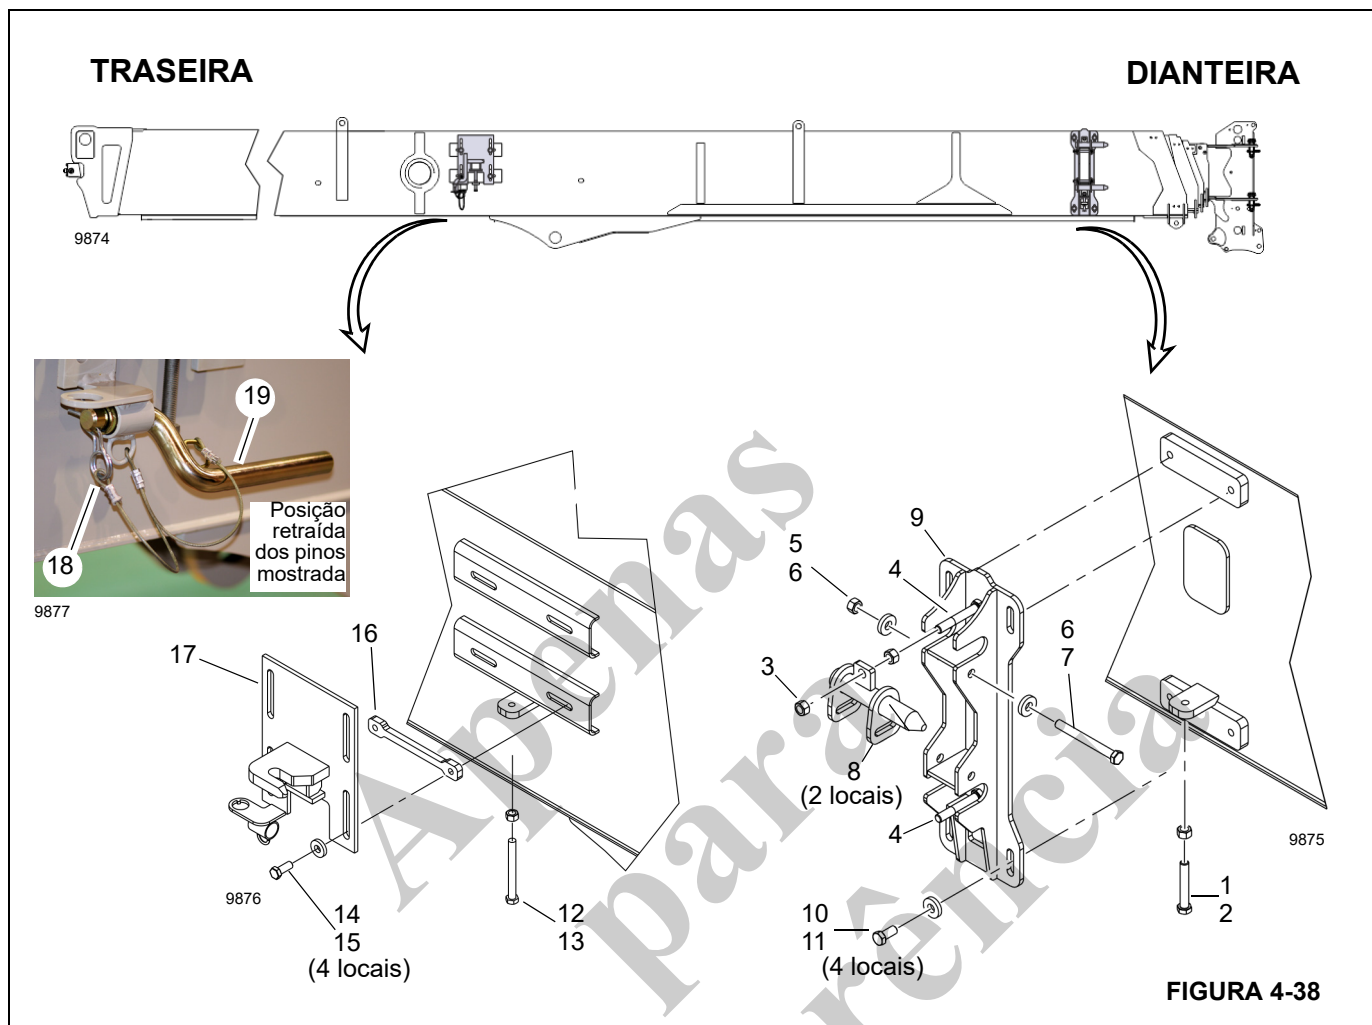

FIGURA 4-38
2. Solte a porca sextavada (1, Figura 4-38) e o parafuso (2).
3. Remova as porcas (3) dos parafusos prisioneiros (4).
4. Remova as porcas (5), as arruelas (6), os parafusos (7) e pinos (8) do conjunto do suporte dianteiro (9).
5. Remova os parafusos (10), as arruelas (11) e o conjunto do suporte dianteiro (9) da seção da base da lança.
1. Instale o conjunto do suporte dianteiro (9, Figura 4-38) usando arruelas (11) e parafusos (10).
2. Instale os pinos (8) no suporte de montagem dianteiro (9) usando parafusos (7), arruelas (6) e porcas (5).
3. Instale as porcas (3) nos parafusos prisioneiros (4).
4. Aperte a porca (1) e os parafusos (2) conforme necessário.
2. Se necessário, remova o grampo de mola (18, Figura 4-38) do pino de retração (19). Instale o grampo de mola e o pino de retração na posição de retraída para facilitar a remoção.
3. Solte o parafuso (12) e a porca (13).
4. Remova os parafusos (14), as arruelas (15), a placa (16) e o conjunto de montagem do jib traseiro (17).
1. Se necessário, remova o grampo de mola (18, Figura 4-38) do pino (19). Instale o grampo de mola e o pino de retração na posição de retraída para facilitar a instalação.
2. Instale a placa (16) e o conjunto de montagem do jib traseiro (17) usando arruelas (15) e parafusos (14).
3. Aperte o parafuso (12) e a porca (13) conforme necessário.
- a. Solte os parafusos (14, Figura 4-38).
- b. Ajuste o parafuso (12) e a porca (13) conforme necessário para ajustar a altura do suporte.
- c. Aperte os parafusos (14).
- a. Solte os parafusos (10, Figura 4-38).
- b. Ajuste o parafuso (2) e a porca (1) conforme necessário para ajustar a altura do suporte.
- c. Aperte os parafusos (10).
- a. Solte as porcas (5, Figura 4-38).
- b. Ajuste as porcas (3) conforme necessário para ajustar a posição horizontal do pino do suporte (8).
- c. Aperte as porcas (5).